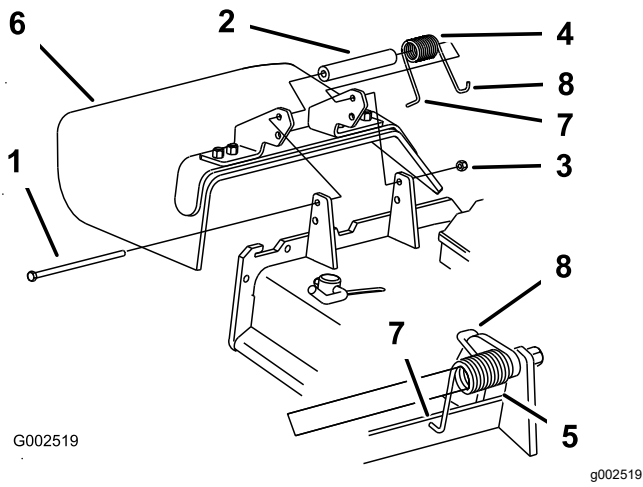

Figura 57
1. Retire la contratuerca, el perno, el muelle y el espaciador que sujetan el deflector a los soportes de pivote (Figura 57).
Nota: Asegúrese de colocar el extremo en **L** del muelle detrás del reborde de la carcasa antes de instalar el perno, según se muestra en la Figura 57.
5. Coloque el extremo en **J** del muelle alrededor del deflector de hierba (Figura 57).